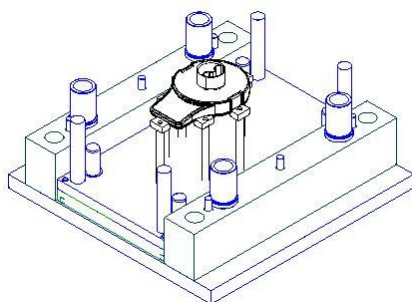

图7-104
9. 在设计区域中只显示动模机构，将其他组件全部隐藏，结果如图 7-104 所示。